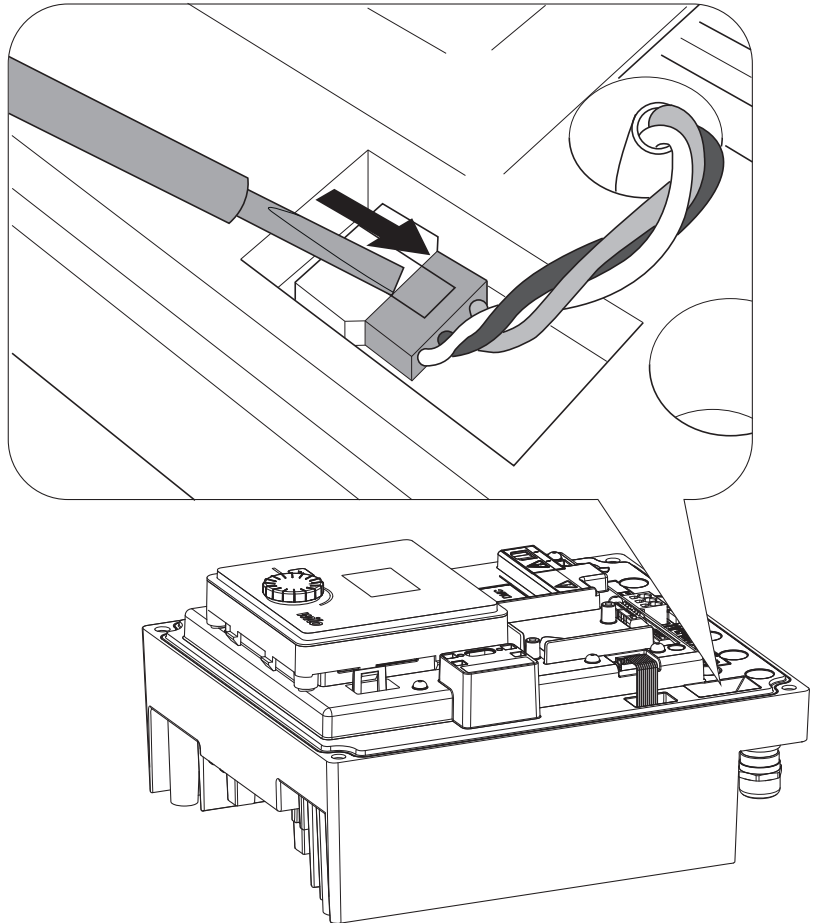

Fig. 46: Soltar el cable de conexión del ventilador del módulo
- Suelte el cable de conexión del ventilador del módulo. (Fig. 46).